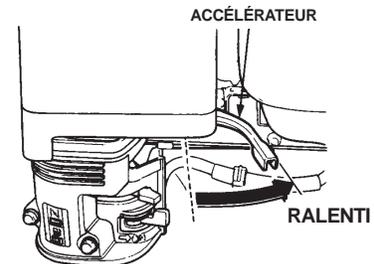

Figure 16. Accélérateur (position de ralenti)
- Régler l'accélérateur à la position de **RALENTI** (Figure 16) et laisser tourner le moteur trois minutes au ralenti.